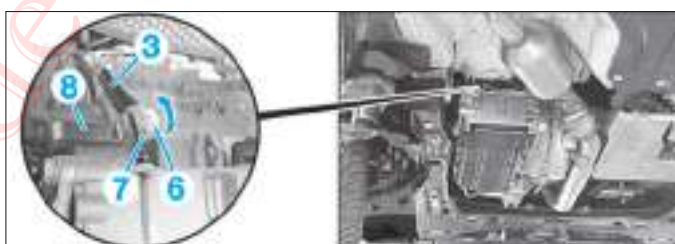

FIG. 17
- Décrocher le câble de sélection (3) sur le levier de la boîte de vitesses (Fig.17) :
- tourner le blocage (6) de la rotule (7) du câble de sélection (3) dans le sens horaire,
- déposer la rotule (7) du levier de sélection (8).